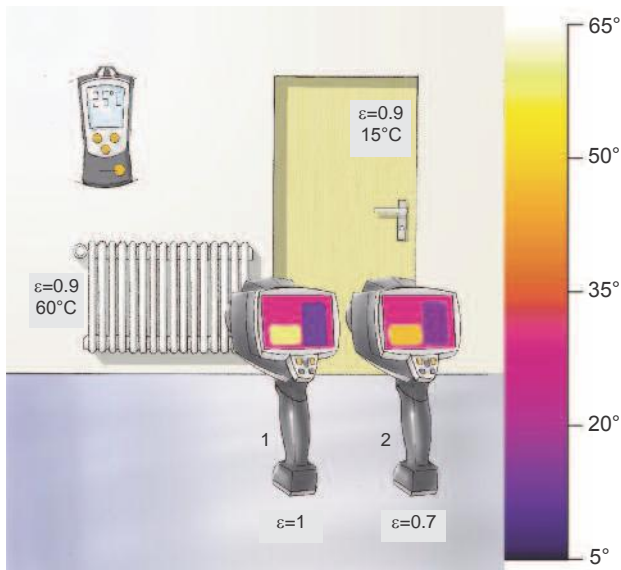

Рис. 1.2: Влияние некорректной настройки коэффициента излучения на результаты измерений температуры
1. Когда температура измеряемого объекта выше температуры окружающей среды (радиатор на Рис.1.2, стр.11):
2. Когда температура измеряемого объекта ниже температуры окружающей среды (дверь, изображенная на Рис.1.2, стр.11):
Для того, чтобы ваш тепловизор правильно рассчитал температуру поверхности измеряемого объекта, в настройках вам необходимо задать как компенсацию отраженной температуры (КОТ), так и коэффициент излучения (ϵ). Во многих сферах применения отраженная температура соответствует температуре окружающей среды (см. "Излучение", стр.19). Вы можете измерить ее с помощью воздушного термометра, например, testo 810. Точная настройка коэффициента излучения особенно важна, когда температура измеряемого объекта и температура среды измерения значительно отличаются друг от друга (см. Рис. 1.2, стр. 11).